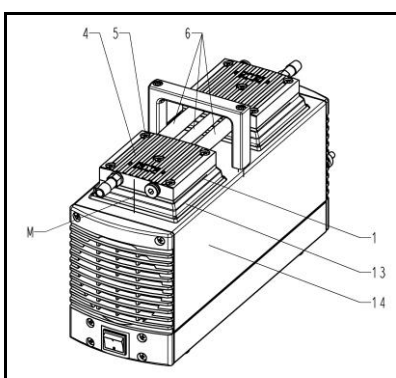

Abb. 4: Pumpenköpfe abmontieren
1. An beiden Pumpenköpfen: Kopfdeckel (Abb. 4/4), Zwischenplatte (1), Abdeckung (13) und Gehäuse (14) durch einen durchgehenden Bleistiftstrich markieren (M). Damit lässt sich ausschließen, dass die Teile beim späteren Zusammenbau falsch montiert werden.
2. An beiden Pumpenköpfen: Die vier Kopfdeckel-Schrauben (5) lösen.
- Pumpenkopf mit den Verschaltungsrohren (Abb. 4/6) so positionieren, dass sich die Verschaltungsrohre unterhalb des Tragegriffs befinden. (Markierung (M) beachten)
- Verschaltungsrohre (6) wieder in den zweiten Pumpenkopf stecken
- Pumpenköpfe zusammen mit Verschaltung auf Gehäuse (14) setzen
- i** Dabei darauf achten, dass die Abdeckung (Abb. 4/13) am Pumpenkopf anliegt und nicht gequetscht wird. Dazu mit einem kleinen Schraubendreher vorsichtig zwischen Abdeckung (13) und Pumpenkopf entlang fahren.
- i** Wird die Abdeckung zwischen Zwischenplatte (1) und Kopfdeckel (4) eingeklemmt, erreicht die Pumpe nicht die pneumatische Sollleistung.
2. An beiden Pumpenköpfen die Schrauben (5) über Kreuz handfest anziehen (Anzugsmoment: 3 Nm).